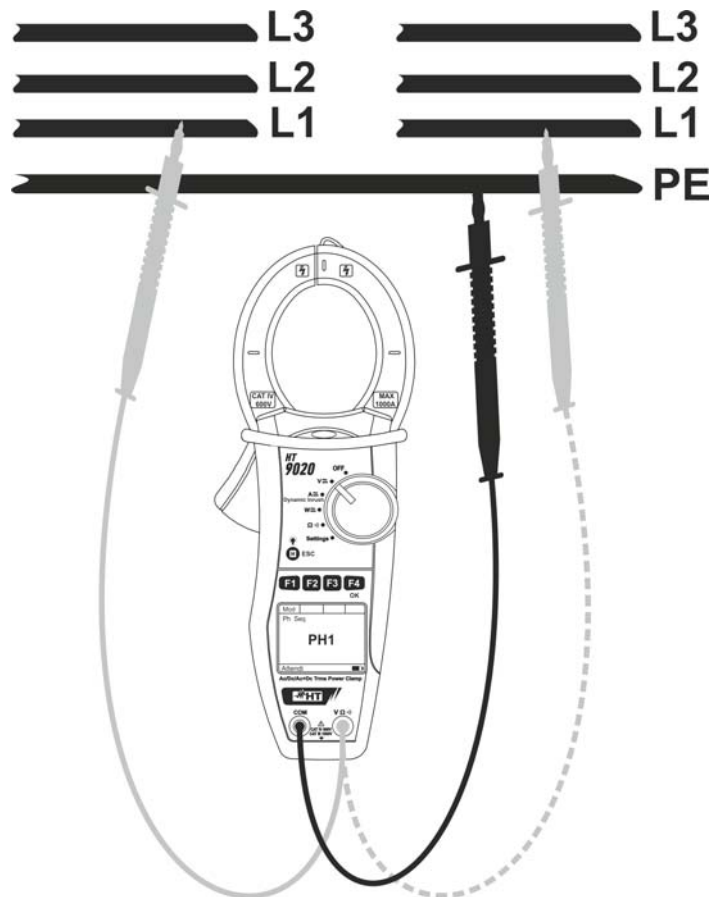

Fig. 8: Verifica della concordanza delle fasi
2. Inserire il cavo rosso nel terminale di ingresso **VΩ[~]** e il cavo nero nel terminale di ingresso **COM** e posizionare i puntali rispettivamente sulla fase L1 della prima terna trifase e sul riferimento di terra (PE) del circuito in esame (vedere Fig. 8)
5. Lo strumento mostra il messaggio **“PH2”** e attende il rilevamento della fase L1 della seconda terna trifase. Collegare il puntale rosso alla fase L1 della seconda terna trifase (vedere Fig. 8)